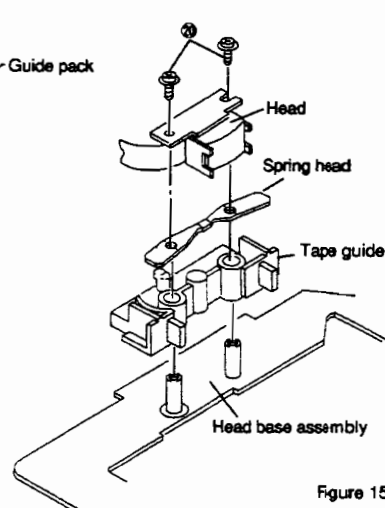

Figure 15
- (1) After removing the pinch roller spring, remove two screws ⑯ as shown in Figure 15.
- (1) ピンチローラー・スプリングを外した後、2本のネジ⑯を外します。(図15参照)